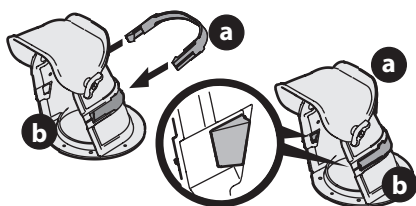

Figure 9
- Placez le bouchon de la goulotte (a) sur la goulotte (b) (Figure 9). Assurez-vous que le bouchon est placé dans la rainure sur la goulotte et que les pattes sont bien enclenchées.